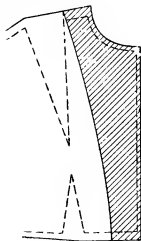

Рис. 93. Выкраивание притачного подборта
**Притачной подборт.** Этот подборт обязательно выкраивают по форме борта. Ширина подборта по линии плеча должна быть не менее 4 см, а по низу изделия от края борта не менее 5 см. Линия среза подборта (рис. 93) должна идти в косом направлении (по долевой нити этот срез кроить нельзя).